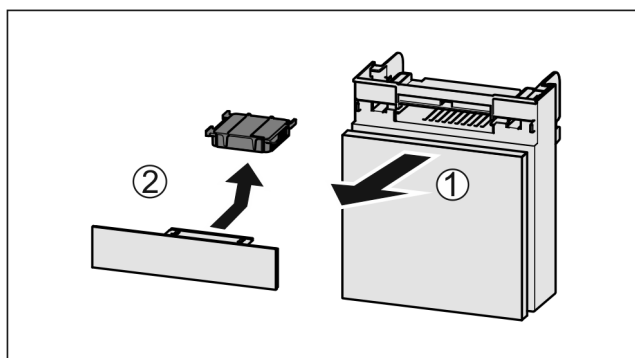

Fig. 182
- Fach nach vorne herausziehen Fig. 182 (1).
- Aktivkohlefilter entnehmen Fig. 182 (2).